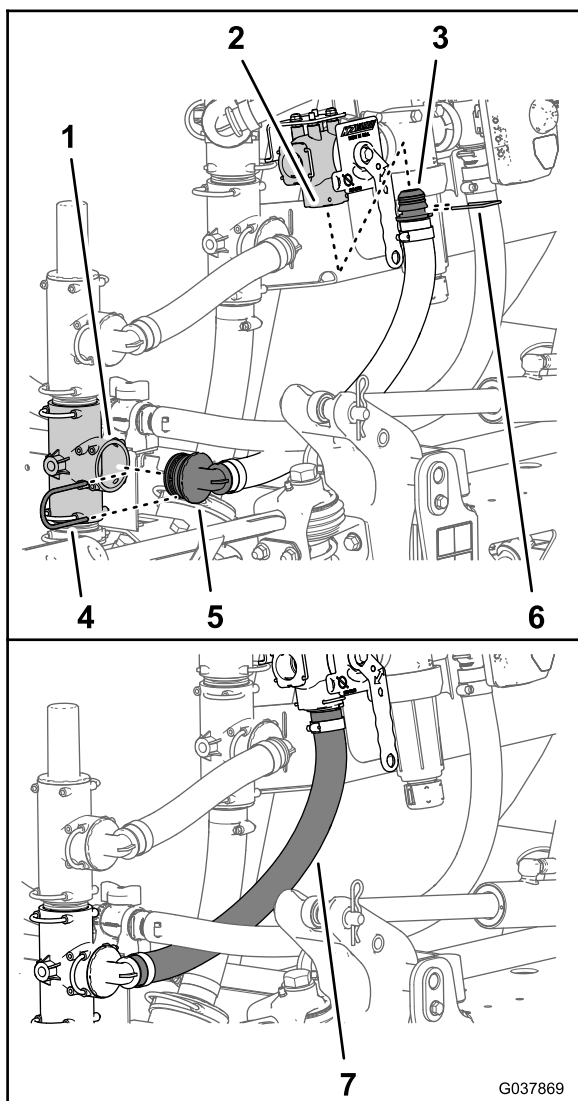

Figura 71
1. Monte a união estriada reta do tubo de fornecimento do pulverizador (25 x 486 mm) na porta de entrada da válvula de corte do misturador (Figura 71).
- Monte a união estriada reta na válvula de corte do misturador com o retentor que foi fornecido com a válvula de corte (Figura 71).
- Monte a união de 90° do tubo de fornecimento do pulverizador na porta aberta da união em T da bomba do pulverizador (Figura 71).
- Prenda a união de 90° na união em T com o retentor (Figura 71) que retirou no passo 5 de Retirar os tubos da distribuição da agitação e fornecimento do pulverizador (página 17).